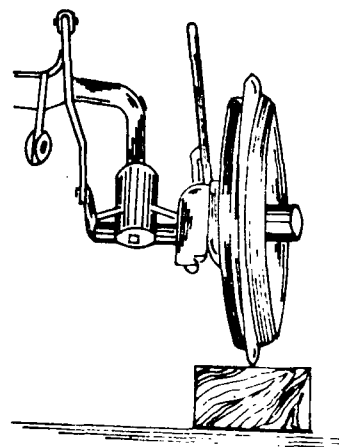

Fig. 1
- b Monte a roda da catraca sobre um calço de igual medida, na profundidade de corte (fig. 1).